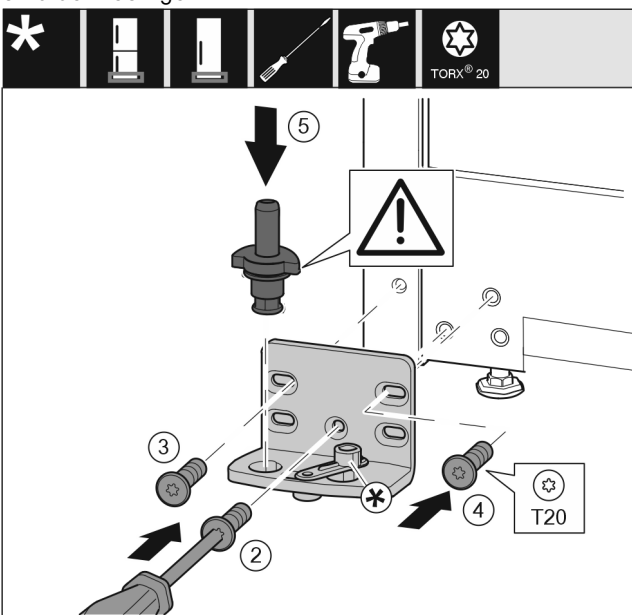

Fig. 16
- ▶ Påsæt hængslet på den anden side, og skru den fast med en skruetrækker. Begynd med skruen Fig. 16 (2) forinden i midten.
- ▶ Skru skruen Fig. 16 (3) og skruen Fig. 16 (4) fast.
- ▶ Sæt lejebolten Fig. 16 (5) helt ind. Sørg for, at låseknasten vender bagud.